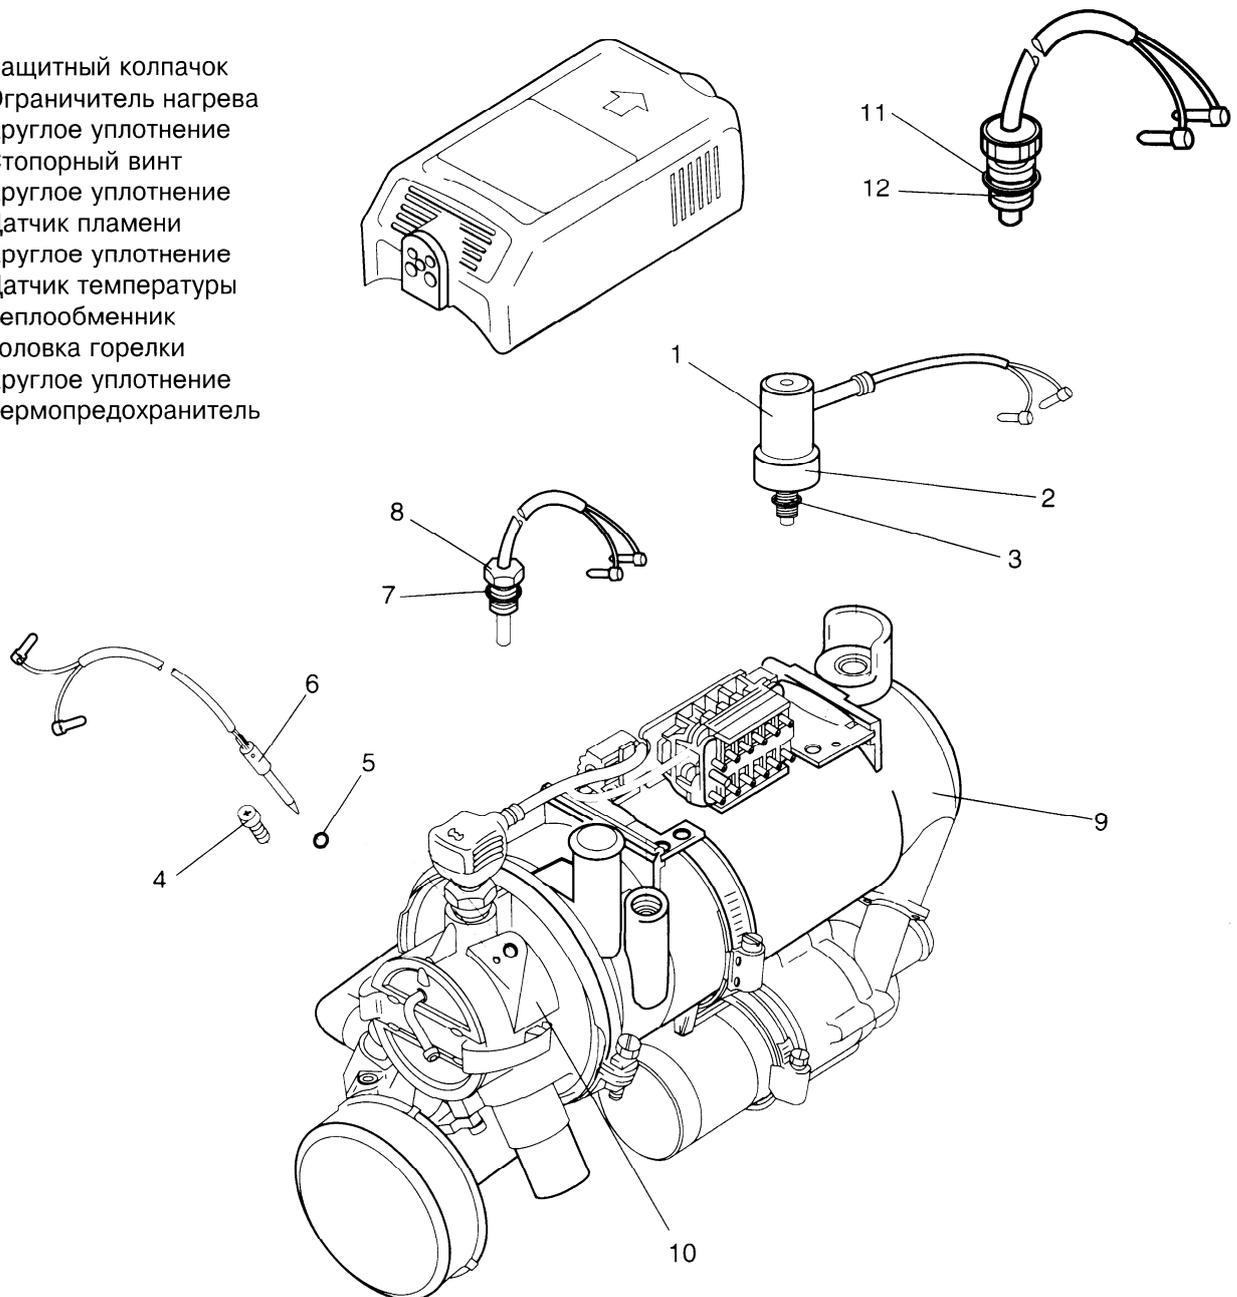

Рис. 902 Замена ограничителя нагрева, термопредохранителя и датчика пламени
3. Снять защитный колпачок (1, рис. 902)
4. Вывинтить ограничитель нагрева (2) из теплообменника (9) и удалить вместе с круглым уплотнением (3)
1. Смазать нарезку опаслипом (идент.- № 105 898) и ввинтить рукой ограничитель нагрева (2, рис. 902) в теплообменник (9)
2. Затянуть ограничитель нагрева (2) вильчатым ключом макс. на 1/3 оборота. Макс. момент затяжки - 1,5 Нм.
3. Надеть защитный колпачок (1)
3. Вывинтить термopедохранитель (12, рис. 902) из теплообменника (9) и удалить вместе с круглым уплотнением.
1. Намазать резьбу термopедохранителя (12, рис. 902) смазкой опаслип (идент.-№ 105 898).
2. Ввинтить термopедохранитель (12) с кольцевым предохранителем (11) вручную в теплообменник (9)
3. Вывинтить датчик температуры (8, рис. 902) удалить вместе с кольцевым уплотнением (7).
1. Датчик температуры (8, рис. 902) намазать смазкой опаслип (идент.-№ 105 898), ввинтить вместе с кольцевым уплотнением (7) в теплообменник (9) и затянуть ключом с моментом 0,5 Нм.
3. Отвинтить стопорный винт (4, рис. 902)
4. Вытащить датчик пламени (6) за скобу вместе с кольцевым уплотнением (5)
1. Намазать новое кольцевое уплотнение (5 рис. 902) безкислотной смазкой и насадить на датчик пламени (отверстие для выпуска воздуха должно оставаться свободным).
2. Задвинуть датчик пламени (6) в головку горелки (10).
3. Намазать стопорный винт (4) медной пастой и ввинтить в головку горелки (10).